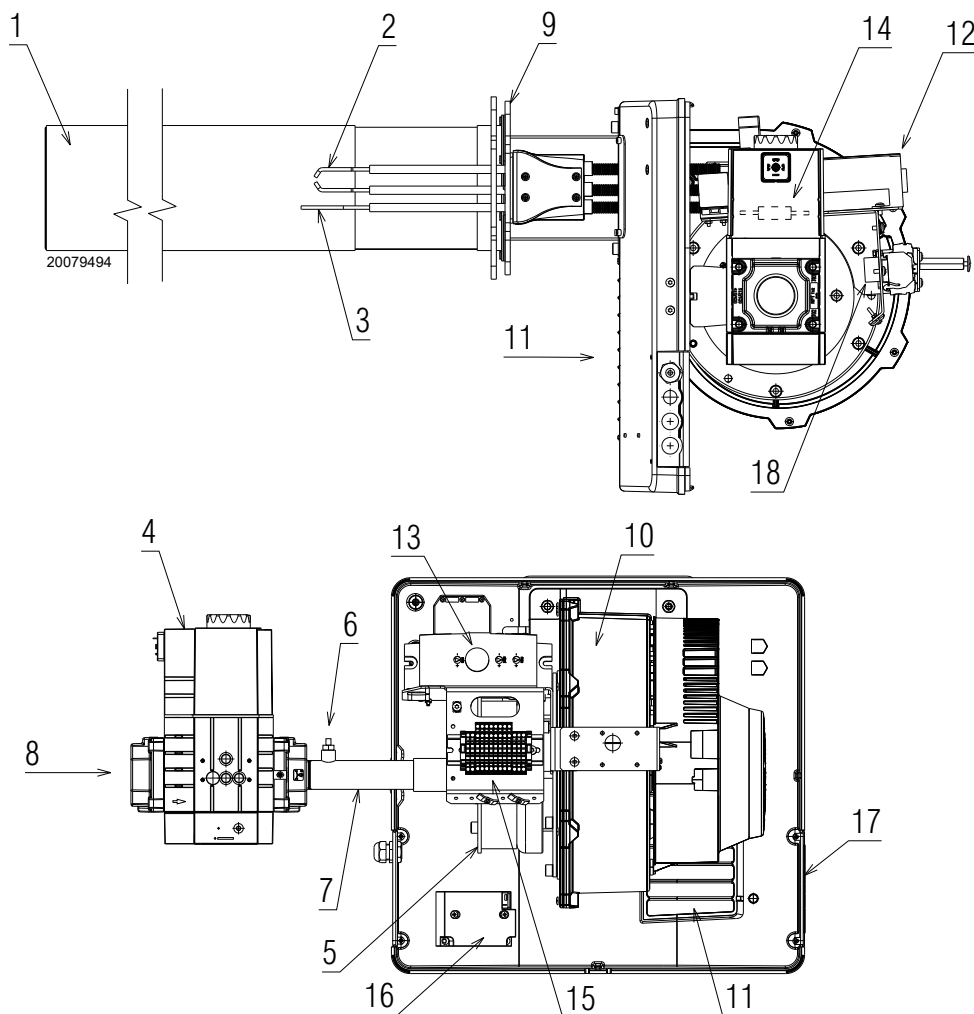

Abb. 2
- (1) Referenzbedingungen: Raumtemperatur 20°C - Gastemperatur 15°C - Barometrischer Druck 1013 mbar - Höhe 0 m ü.d.M.
- (2) Eingangsgasdruck 8)(Abb. 2) bei Druck Null in der Brennkammer und bei Höchstleistung des Brenners.
- (3) Schalldruck gemessen im Verbrennungslabor des Herstellers bei laufendem Brenner am Prüfkessel, bei Höchst- Mittel- Mindestmodulationsleistung. Die Schalleistung wird mit der von der Norm EN 15036 vorgesehenen "Free Field" Methode und mit einer Messgenauigkeit "Accuracy: Category 3", wie von der Norm EN ISO 3746 vorgesehen, gemessen.
➤ **Störabschaltung des Gerätes:** das Aufleuchten des Druckknopfes des Steuergerätes, 13)(Abb. 2) weist auf eine Störabschaltung des Brenners hin. Zur Entriegelung den Druckknopf drücken.